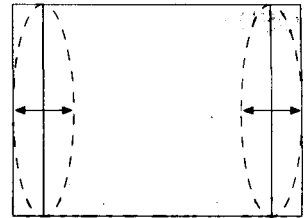

Fig. 4
- d) Regler E-W PARABOLA pour obtenir le meme resultat que la (fig. 4).